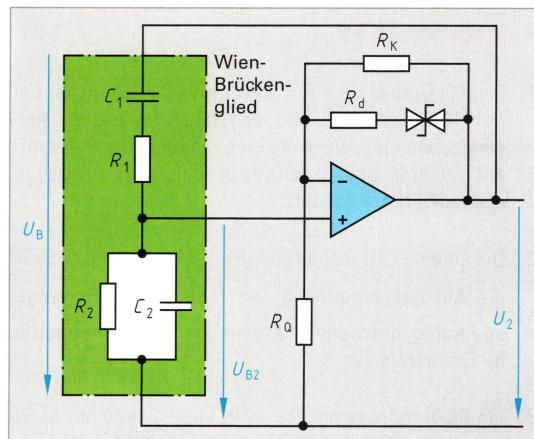
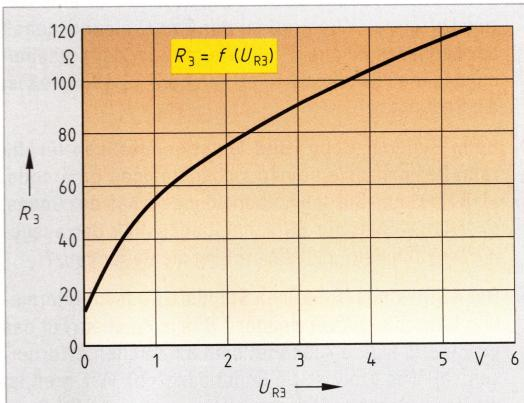

Bild 1: Wien-Oszillator mit Amplitudenbegrenzung
Bild 2: Widerstandskenntlinie einer Glühlampe
- Bei einem Oszillator nach **Bild 1** werden die Widerstände R_1 und R_2 durch ein Zweifachpotenziometer mit je einem Vorwiderstand gebildet, sodass $R_1 = R_2 = R$ sich von $1 \text{ k}\Omega$ bis $11 \text{ k}\Omega$ einstellen lassen. Die Kapazitäten sind $C_1 = C_2 = C = 10 \text{ nF}$. Wie groß ist
- Mit einem Wien-Oszillator nach **Bild 1** soll der Frequenzbereich 30 kHz bis 300 kHz erzeugt werden. Im Brückenzweig ist ein Doppeldrehkondensator $C_1 = C_2 = C$ mit je 25 pF bis 250 pF . Berechnen Sie die beiden Widerstände $R_1 = R_2 = R$.
Bei der Amplitudenstabilisierung wird der Mitkopplungsfaktor mit zunehmender Amplitude der Schwingung verkleinert, bis $K \cdot V_u = 1$ ist. Die Ausgangsspannung hat einen wesentlich kleineren Klirrfaktor als bei der Amplitudenbegrenzung. Bei der Schaltung **Bild 1** ist der Kaltleiterwiderstand R_3 z.B. eine Glühlampe 6 V/0,05 A mit der Kennlinie **Bild 2**.
Bei einem Oszillator nach **Bild 1** ist $n = 3$. Am Kaltleiterwiderstand R_3 mit Kennlinie **Bild 2**, soll sich $U_{R3} = 2$ V einstellen. R_4 ist auf 100 Ω eingestellt. Bestimmen Sie a) R_3 , b) V_{ust} .
a) aus **Bild 2** abgelesen: $R_3 = 75 \Omega$
10. Ein Oszillator nach **Bild 1** mit $n = 2$ soll die Spannung $U_2 = 4$ V liefern. Bestimmen Sie für $U_{R3} = 2$ V a) R_3 mit **Bild 2**, b) R_4 , c) V_{ust} .